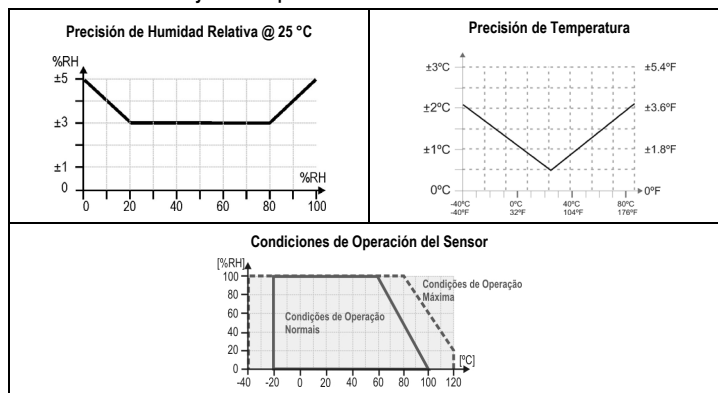

Fig. 1 - Precisión en la medición de humedad y temperatura
**Rango de medición:** 0 a 100 % de humedad relativa (RH);
**Precisión:** Ver Fig. 1;